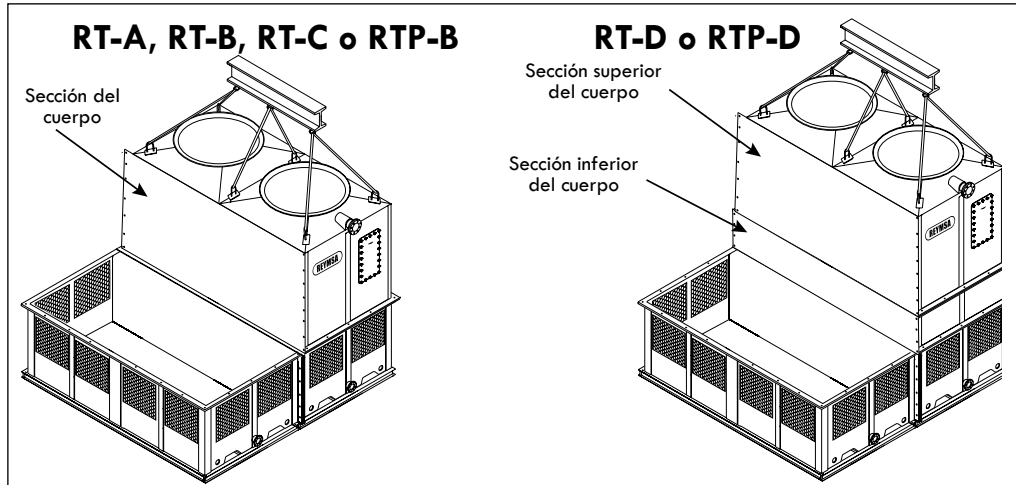

Figura A-30: Instalación de la sección del cuerpo #1 (sección superior del cuerpo #1) en torres de cuatro ventiladores
- M. Ensamble la sección del cuerpo #1 (sección superior del cuerpo #1 para modelo RT-D o RTP-D) con la sección de la cisterna #1 (sección inferior del cuerpo #1 para modelos RT-D o RTP-D), asegurándose de que los agujeros en la sección del cuerpo #1 (sección superior del cuerpo #1 para modelo RT-D o RTP-D) están alineados con las perforaciones en la sección de la cisterna #1 (sección inferior del cuerpo #1 para modelos RT-D o RTP-D), luego atornille y asegure las bridas horizontales con la tornillería de acero inoxidable suministrada por REYMSA, ver Figura A-30 (aguarde hasta que las dos secciones superiores estén en su lugar, entonces puede ajustar los tornillos de las bridas verticales y horizontales. Asegúrese de que la entrada de agua caliente y la salida de agua fría estén en el mismo lado.